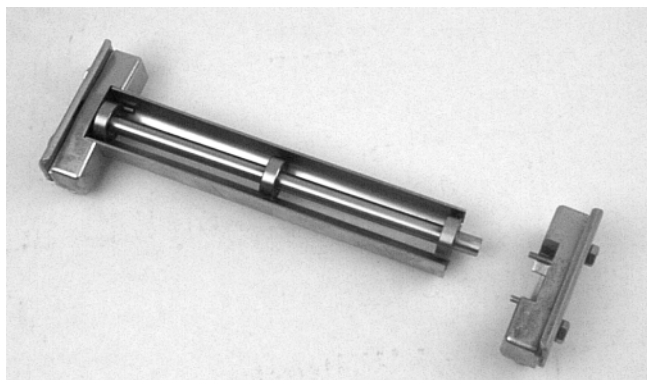

Abbildung 15
1. Typische Bauteile (Abbildung 15)